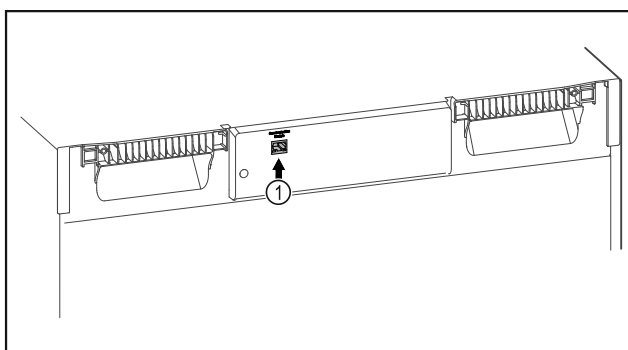

Fig. 100
- ☐ SmartModule Fig. 100 (1) ist eingesetzt.